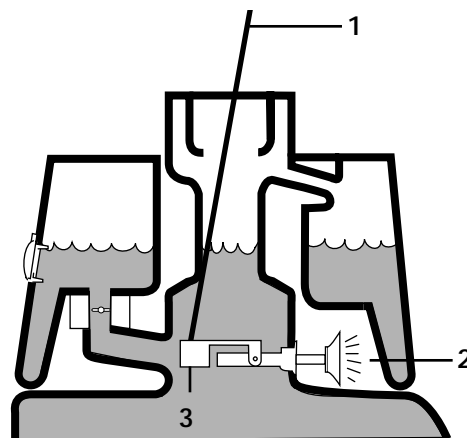

Fig. 12
3. Inserire un'asta pulita o un cacciavite nel bocchettone, e premere lentamente sull'interruttore a galleggiante (Fig. 12). L'allarme suona dopo un secondo.